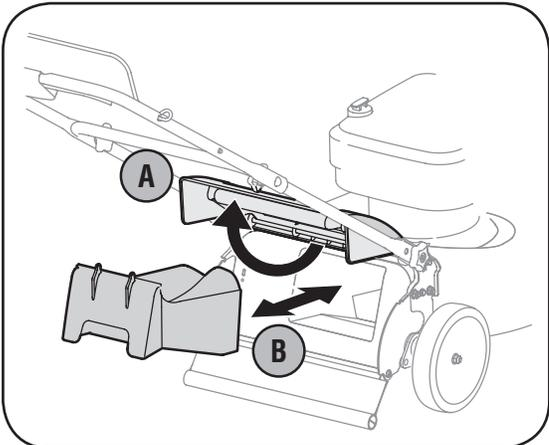

FIGURE 4 THE MULCHING BAF
2. INSERT THE MULCHING BAFFLE AS SHOWN IN FIGURE 4